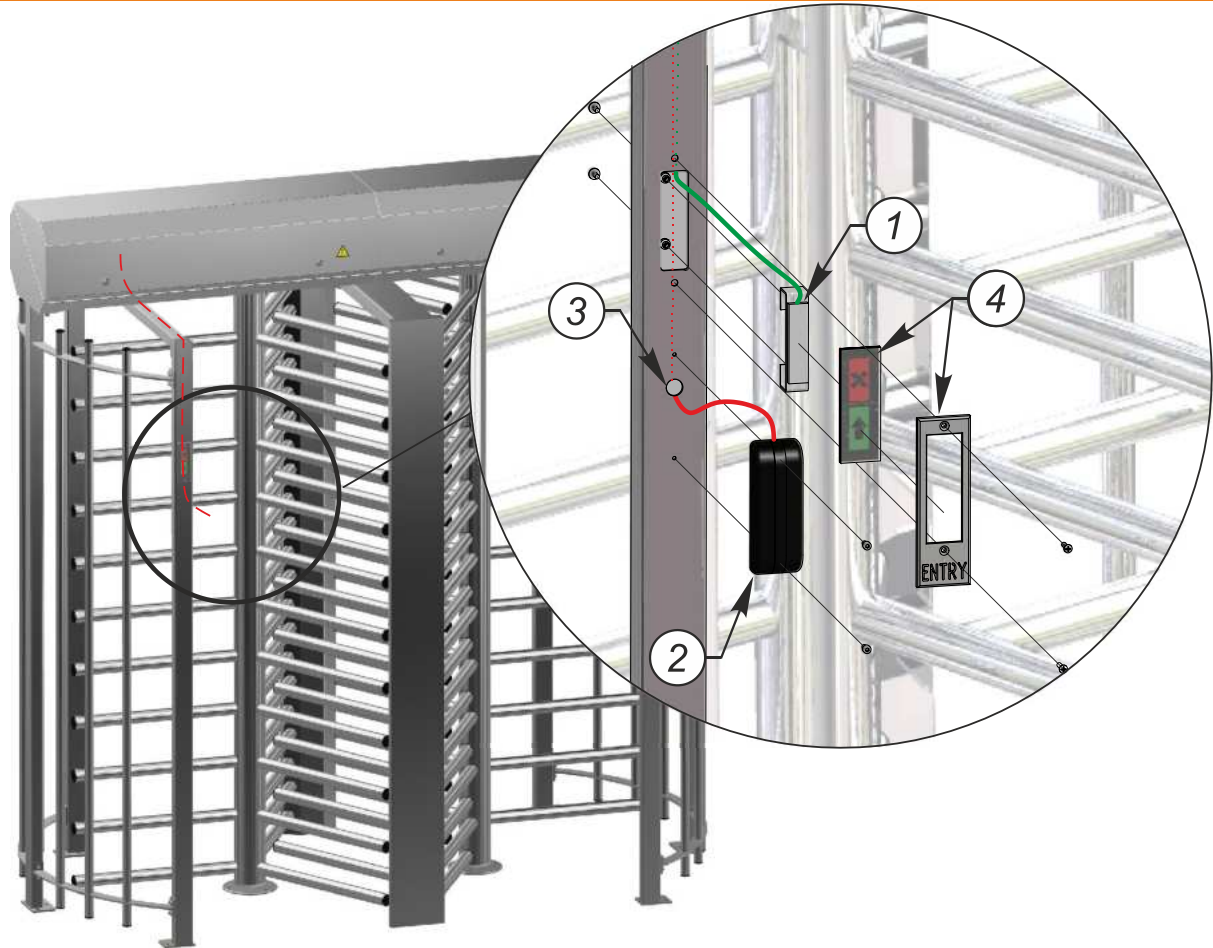

Рис.13 - Встановлення зчитувача безконтактних карт та табло індикації
- Зробіть отвори (3) біля табло індикації у торці стінки проходу (див. рис. 13), за розміром відповідно до обраного замовником зчитувача. Протягніть кабель до контейнера, закріпіть зчитувач (2) на стійці та підключіть;
- Встановіть кронштейн з індикацією (1) у стінку проходу, протягніть кабель до контейнера, встановіть панель (4) на світлове табло індикації та закріпіть гвинтами.